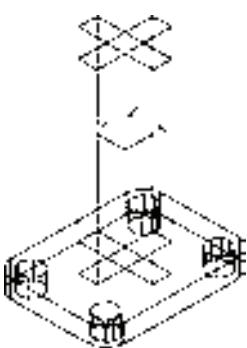

图 11-104 创建长方体
10) 单击“建模”工具栏中的“长方体”按钮 $\square$ ，以坐标原点为长方体的中心点，分别创建长“40”、宽“10”、高“100”及长“10”、宽“40”、高“100”的长方体。结果如图11-104所示。